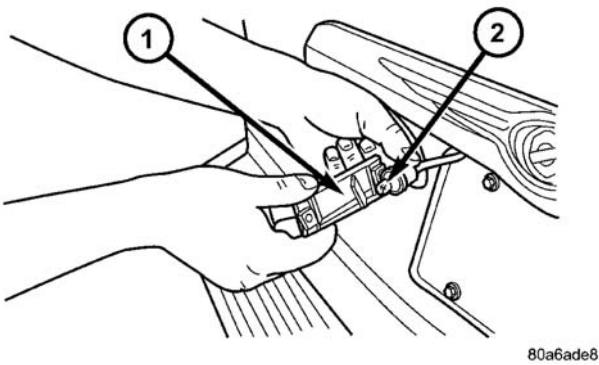

图 25 牌照灯—拆卸/安装
- (3) 扭转灯泡座并将其卸下（图 25）。
- (4) 从灯泡座中拉出灯泡。